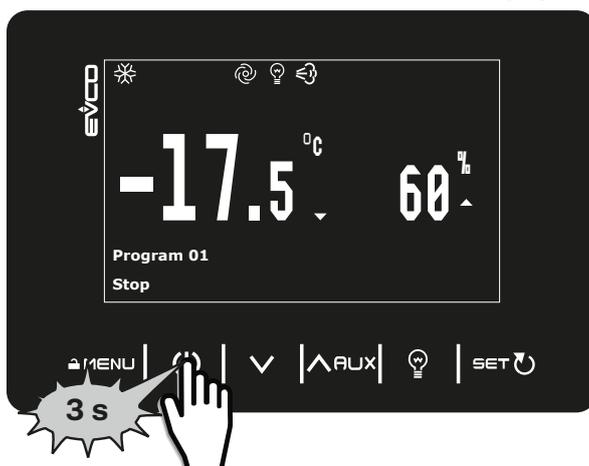

Fig. 16. Fermare un ciclo in corso (solo EVJ 536 / EVJ 556)
Per fermare un ciclo in corso, toccare il tasto (U) per almeno 3 secondi, a display si visualizza la scritta STOP per qualche secondo, come da "Fig. 16. Fermare un ciclo in corso (solo EVJ 536 / EVJ 556)" a pagina 28.